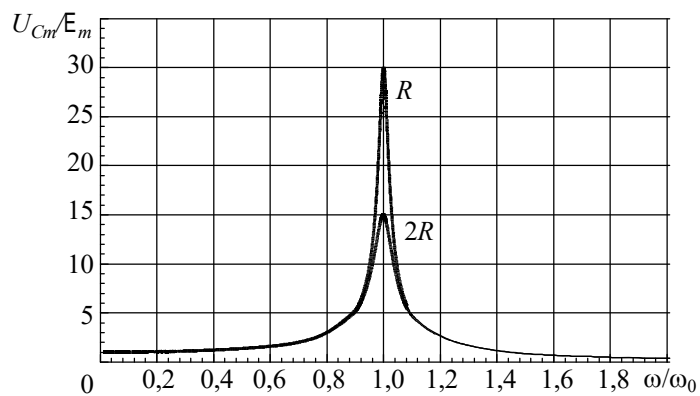

Рис.2. Амплитудно-частотные зависимости напряжения на конденсаторе
лам (6), (7) графики зависимостей  $U_{Cm}(\omega)$  и  $\varphi_C(\omega)$  в относительных единицах представлены на рис.2 и 3.